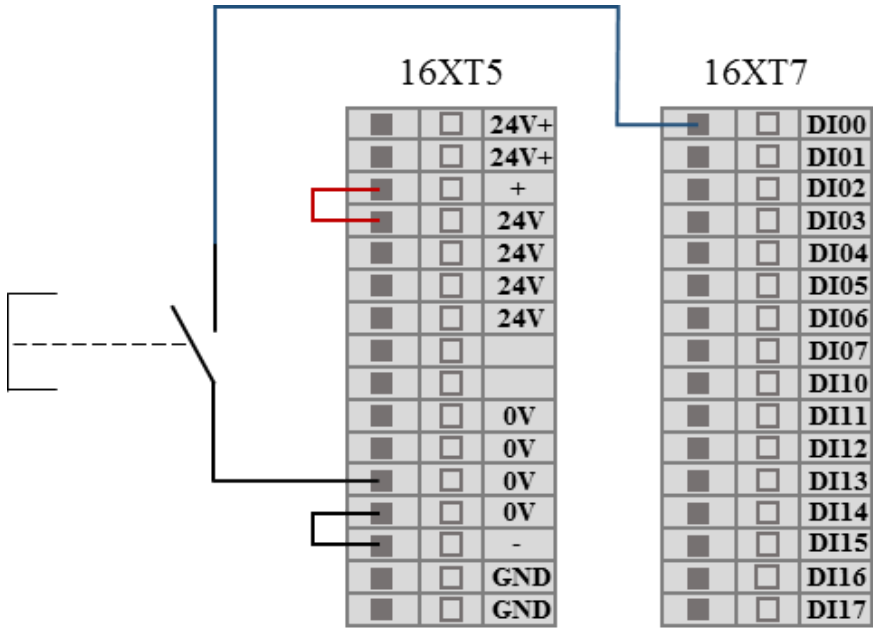

图 7-7 DI 端连接按钮开关示意图
- DI 端连接按钮开关 如下图 7-7 所示，DI 端可以通过一个常开按钮连接到地（G），当按钮按下时，DI 端和 GND 导通，触发动作。当没有按下按钮时，DI 端和 GND 断开，则不触发动作。这是最简单的接线示例。